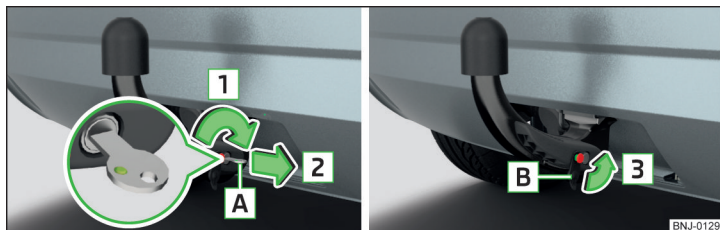

Fig. 156 Låsning af lås og udtagning af nøgle / Sådan sættes kappen på låsen.
- Drej nøglen **A** i pilens retning **1**, så dens grønne markering vender opad » Fig. 156.